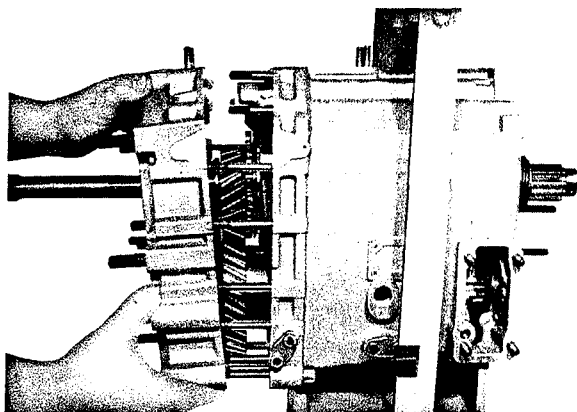

Fig. 11
7.2 Desserrer les écrous (102) de la partie frontale du carter (101) et soulever la partie frontale du carter (fig. 11).